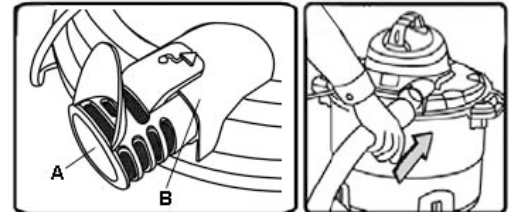

Figure 15
Cet aspirateur peut être utilisé comme un puissant souffleur. Pour utiliser le souffleur, retirez le diffuseur de bruit (A) Fig.15 de la sortie du souffleur (B). Retirez le boyau souple de l'avant et réinstallez-le à la sortie du souffleur. Mettez l'aspirateur en marche; maintenant votre aspirateur est un souffleur qui peut souffler sur votre étable, feuilles etc...